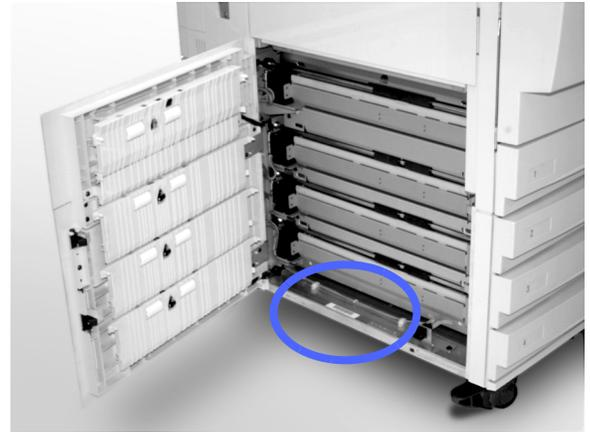

Figura 48: Localización del número de serie de la máquina
- 4 Anote el número de serie de la máquina que está en la etiqueta que aparece en la parte interior de la cubierta inferior izquierda de la copiadora/ impresora, tal y como ilustra la Figura 48.